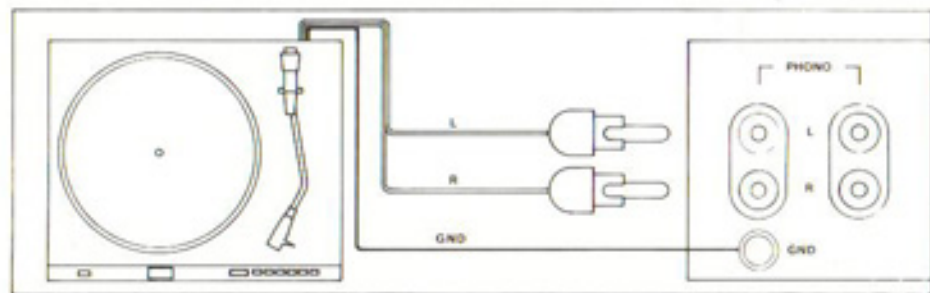

Fig. 6
1. Collegare il cavo di uscita all'ingresso «Phono» dell'amplificatore, il canale sinistro (spinotto bianco) alla presa «L», il canale destro (spinotto rosso) alla presa «R» (Fig. 6).
1. Connect the output cable to the «Phono» input terminals of the amplifier, left channel output cable (white plug) to the «L» phono input terminal and right channel output cable (red plug) to the «R» phono input terminal (see Fig. 6).
La presenza di eventuale ronzio può essere provocata da incompleto o scorretto collegamento tra giradischi ed amplificatore. In tal caso verificare che tutte le connessioni elettriche siano corrette (Fig. 6).
If annoying hum is heard, it may be caused by incomplete or incorrect player/receiver or amplifier connections. If this occurs, check to make sure that all connections are correct on the rear of the receiver/amplifier (see Fig. 6)